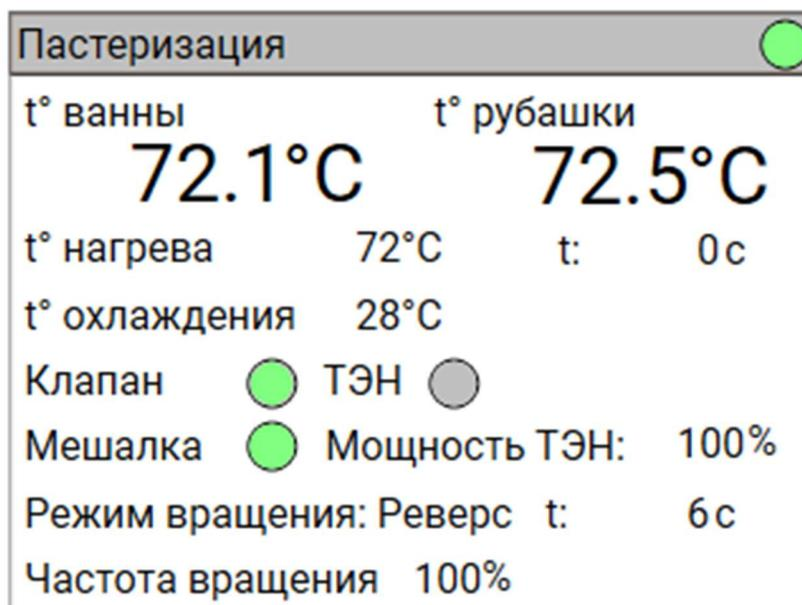

Рисунок 4 – «Охлаждение в режиме пастеризации»
3. Охлаждение содержимого ванны до заданной пользователем уровня температуры (рисунок 4). Сопровождается выключением ТЭНа и открытием клапана охлаждения.